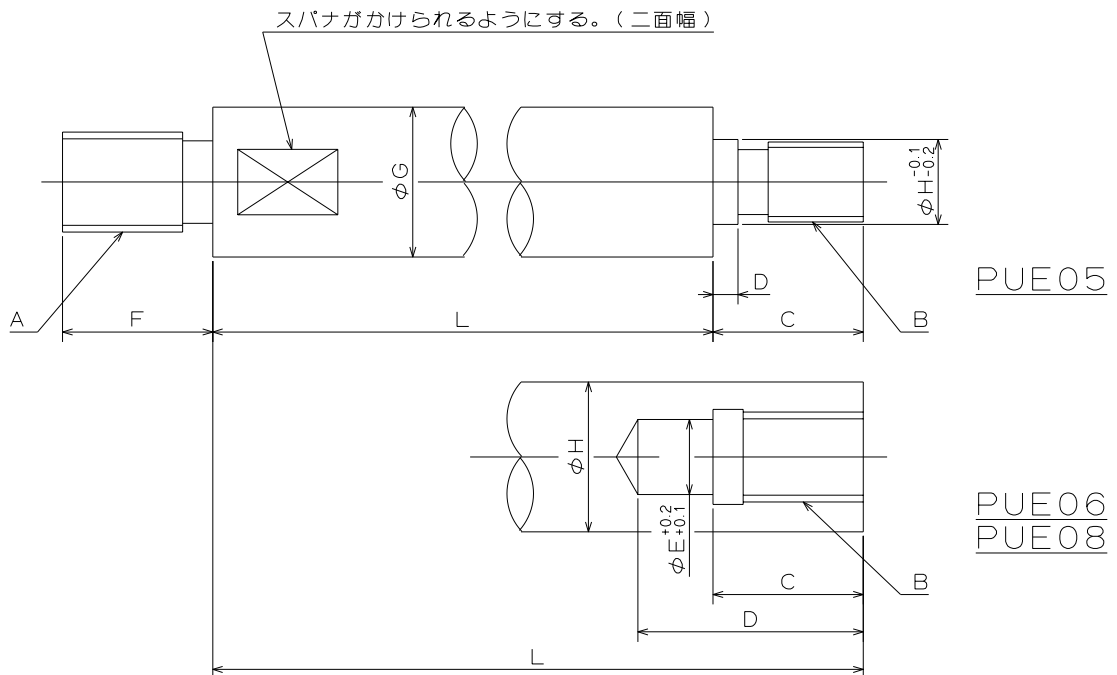

図 12
- ・ ドローバーは図 12 の寸法 H を守り、引張り強さ **380MPa(38kgf/mm²)**以上の材質を使用する必要がある。